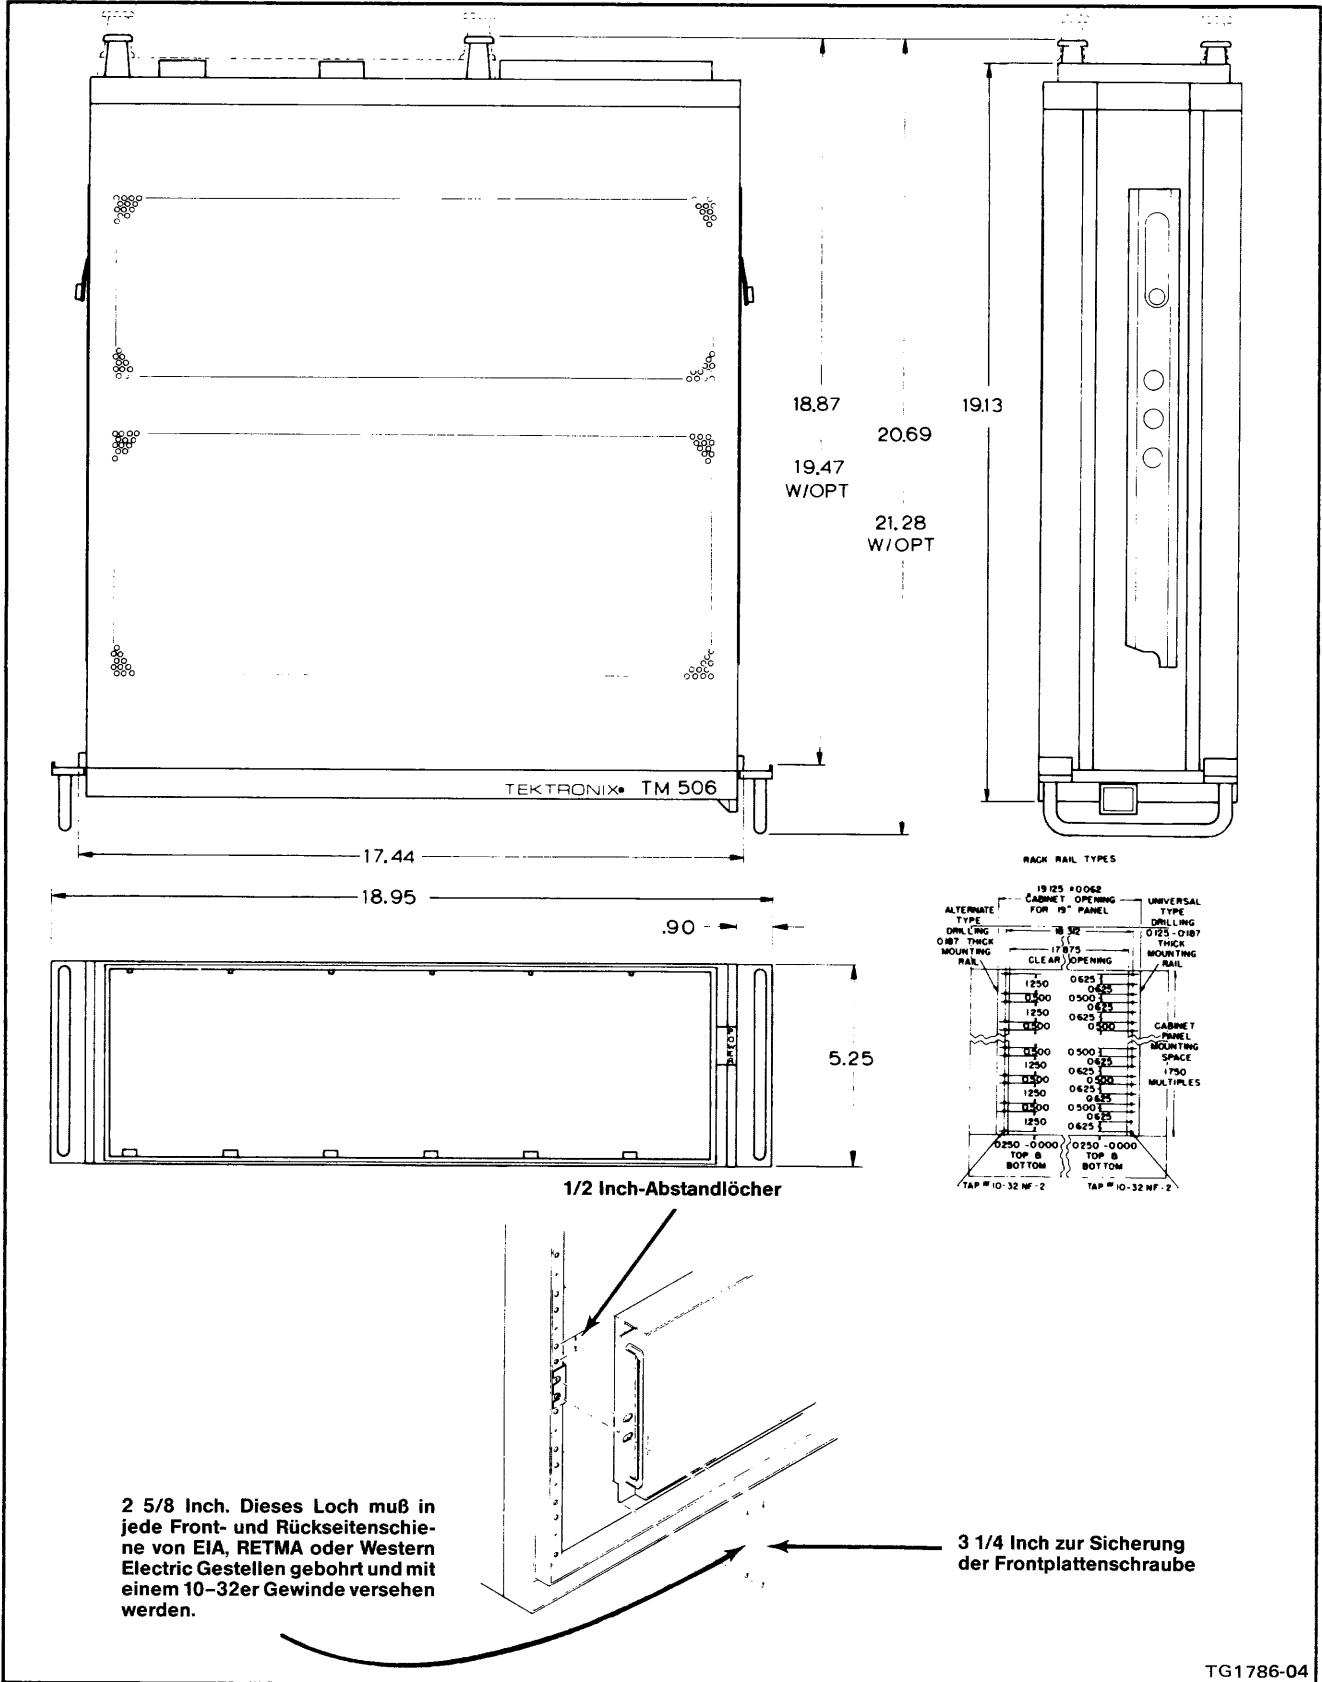

Abb. 2-3. Bemaßungsbezeichnung
1. Zum Einbau des Gerätes über oder unter einem anderen Gerät im Gestell, sind die entsprechenden Löcher auf den Frontschienen des Gestells zur Befestigung der stationären Teile zu verwenden (siehe Abb. 2-3)
(Siehe Abb. 2-3) Zur Sicherung des TM 506 sind Kleinteile wie in Abb. 2-3 dargestellt (nicht mitgeliefert) zu verwenden.